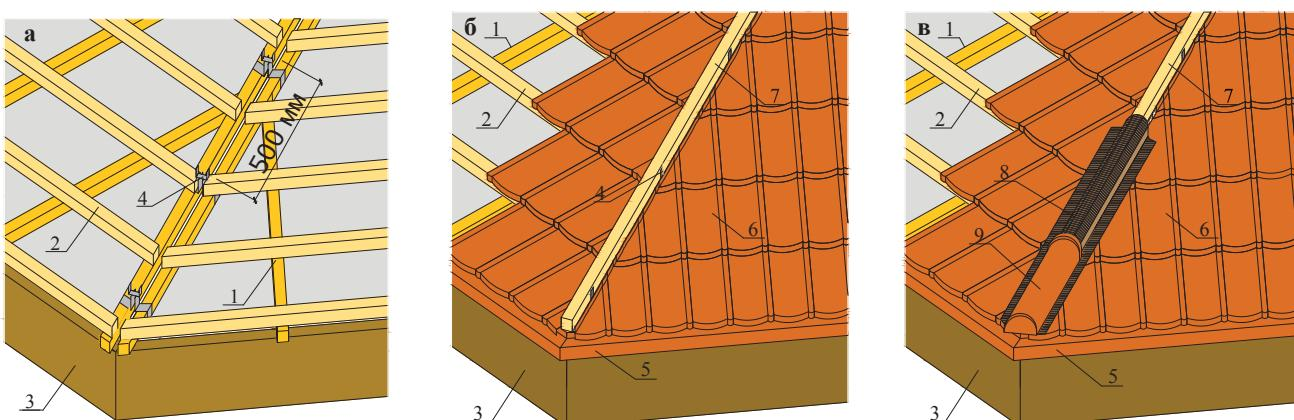

Рис. 20
4.7.3. Монтаж коньковых элементов на ребрах производится в той же последовательности, что и на коньке (сп. мп. 4.7.1-4.7.2). Первым устанавливают начальный элемент ребра с закрытым торцом. Коньковые элементы укладывают в замок и крепят механически к брусу ребра (см. рис.20).